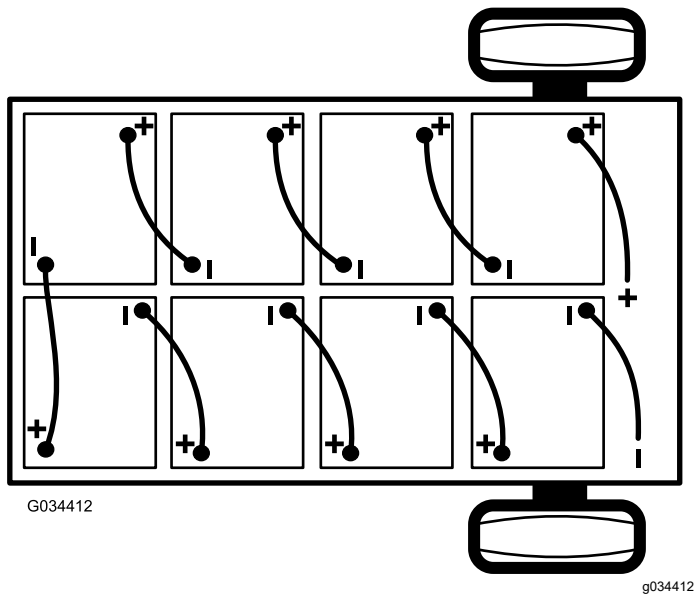

Bild 39
2. Schließen Sie das Hauptminuskabel (schwarz) ab, mit dem die Batterien an der Erdungsstelle der Maschine angeschlossen sind (Bild 39).
- Schließen Sie das Hauptpluskabel (rot) der Batterie ab, mit dem die Bank der Batterien am Hauptanschluss der Maschine angeschlossen ist (Bild 39).
Hinweis: Achten Sie auf die Batteriepolartität, wenn Sie neue Batterien einsetzen (Bild 39).
- Schließen Sie die Batterien mit den Batterieverbundungskabeln, die Sie in Schritt 1 entfernt haben, zusammen, wie in Bild 39 abgebildet.
- Schließen Sie das Hauptpluskabel (rot) der Batterie zwischen der Bank der Batterien und der Maschine an (Bild 39).
- Schließen Sie das Hauptminuskabel (schwarz) zwischen den Batterien und der Maschine an (Bild 39).